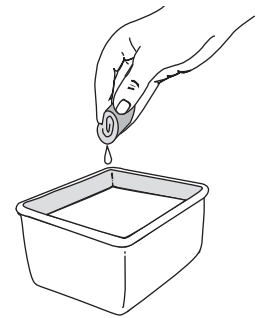

Fig. 28
- Lave el filtro con agua y detergente (Fig. 28). Enjuague bien el filtro y déjelo secar.